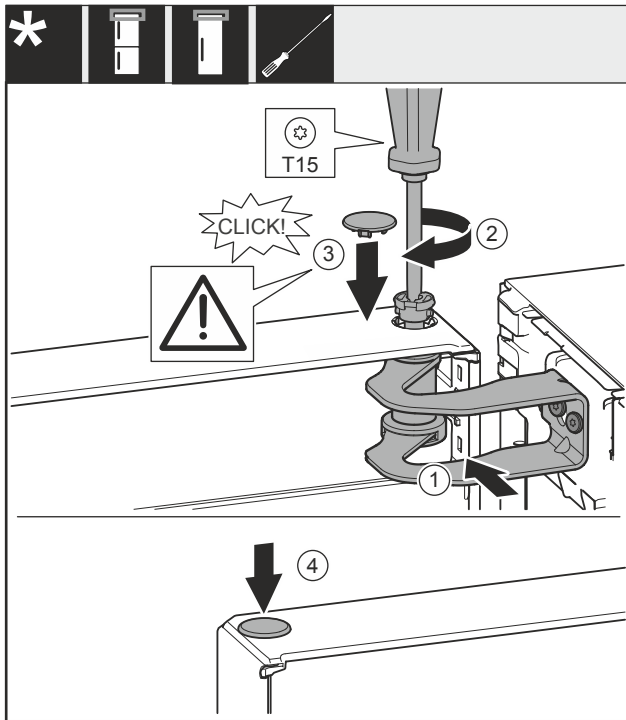

Fig. 36
- Poravnajte vrata prema otvoru u podlošku ležaja Fig. 36 (1).
- Umetnite svornjak Fig. 36 (2) i pritegnite ga odvijačem.
- Postavite poklopac Fig. 36 (3).
- Provjerite da poklopac Fig. 36 (3) naliježe na vrata.
- Postavite poklopac Fig. 36 (4).